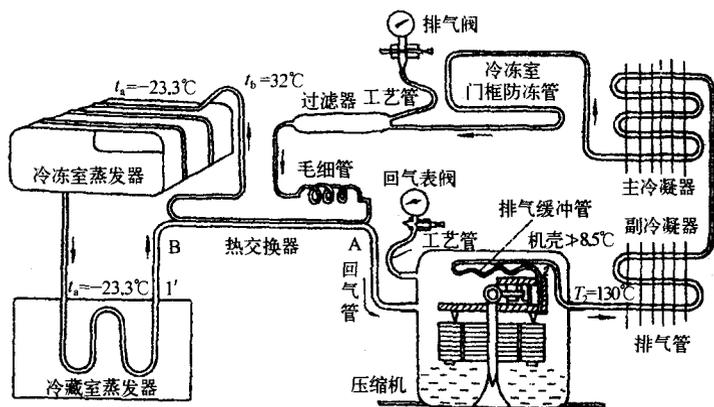

图 4-11 制冷系统各部位温度参考流程图
② 量制冷系统的压力和温度
b. 用温度计来量制冷系统各部位的温度与冷冻室和冷藏室的温度。用温度计探头紧贴制冷系统所需被测部位的外表面,尽量减少环境温度对温度探头的影响,以此来判断制冷系统工作是否正常,制冷系统各部位的温度情况参照图 4-11。将温度计放置在冷冻室和冷藏室内,实际量测冷冻室和冷藏室内的温度是否在使用要求范围之内。
③ 量压缩机的启停时间